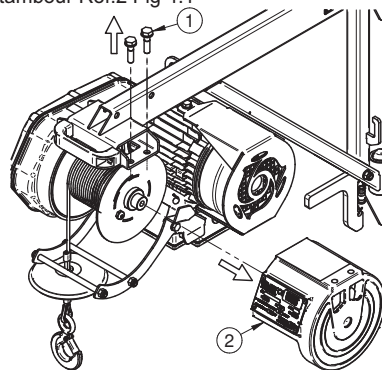

Fig. 4.1
**!** - 4) Vérifier que la charge soit bien reliée au crochet de l'élévateur et fermer toujours la sécurité (6 fig. 4.1).
1) retirer le tambour en dévissant les 2 vis Réf.1 Fig 4.1 et en retirant le support du tambour Réf.2 Fig 4.1